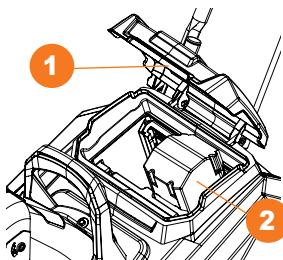

Рис. 9
- Откройте крышку **1** отсека для аккумуляторов (Рис. 9).
- Установите аккумуляторы **2**. Убедитесь в правильном расположении аккумуляторов и соединении контактов (Рис. 9).
- Закройте крышку **1** отсека аккумуляторов (Рис. 9).